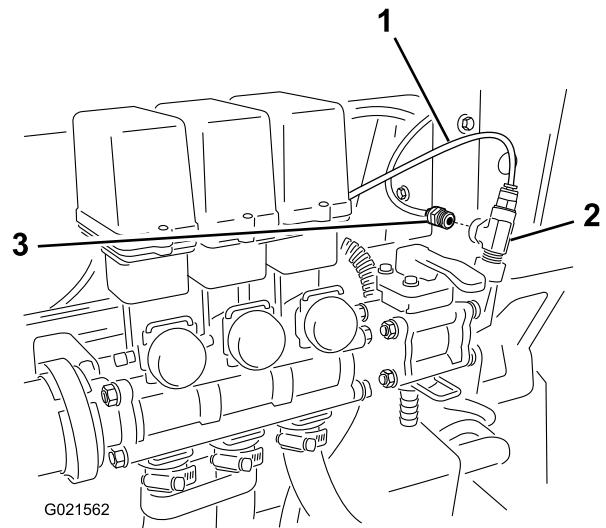

図 9
- コントロール・ボックスの背面から出ている赤い(水圧計用)チューブを、T字フィッティングに接続する(図9)。